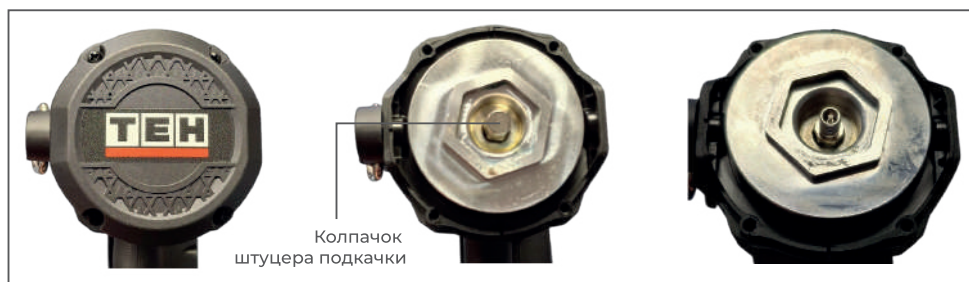

РИС. 11
- открутите и снимите заднюю крышку, открутите колпачок штуцера подкачки (Рис. 11);